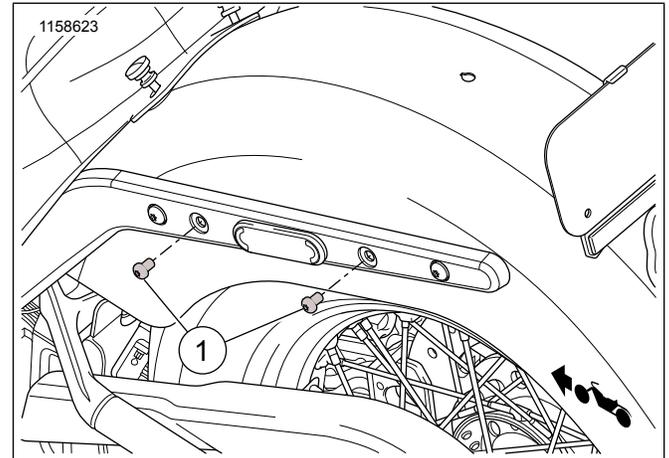

Figure 1. Dépose de vis – Garde-boue arrière
2. Figure 1 Desserrer les vis de support de garde-boue (1).
3. Figure 1 Déposer la vis arrière (1) et la jeter.